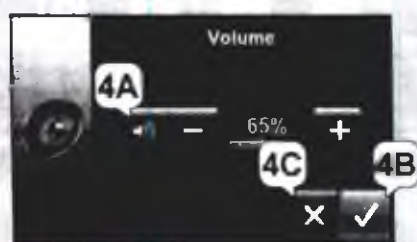

Рис. 5-8: Экран настройки громкости
4. Кнопка настройки громкости: после нажатия кнопки Громкость появится новое окно (рис. 5-8), контролирующее уровень громкости. Регулировка уровня громкости осуществляется нажатием кнопок "+" и "-", прилегающих к значку с изображением громкоговорителя (отмечен 4А). Уровень громкости определяется в процентах от максимальной громкости. Каждое нажатие изменяет громкость на один процент. Изменения сохраняются нажатием кнопки Подтверждения (отмечена 4В) либо отменяются нажатием кнопки Выход (отмечена 4С).